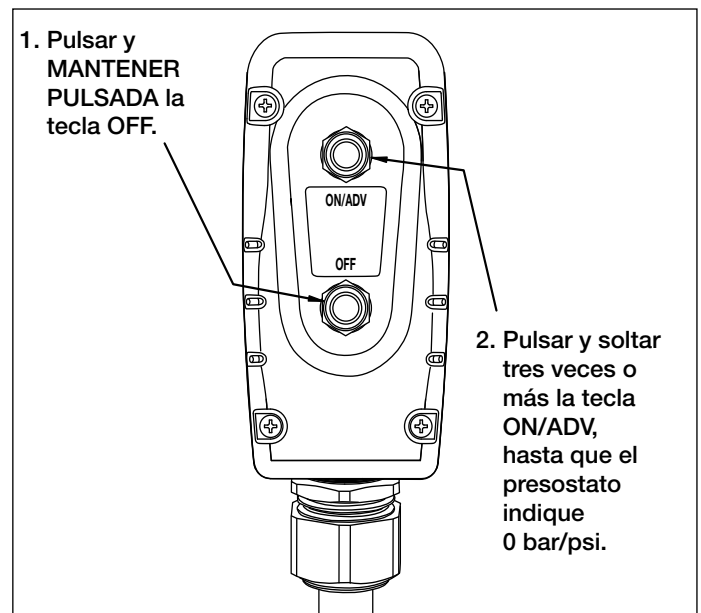

Figura 9, Cómo aliviar la presión
- Mantener pulsada la tecla “OFF”. Véase Figura 9.